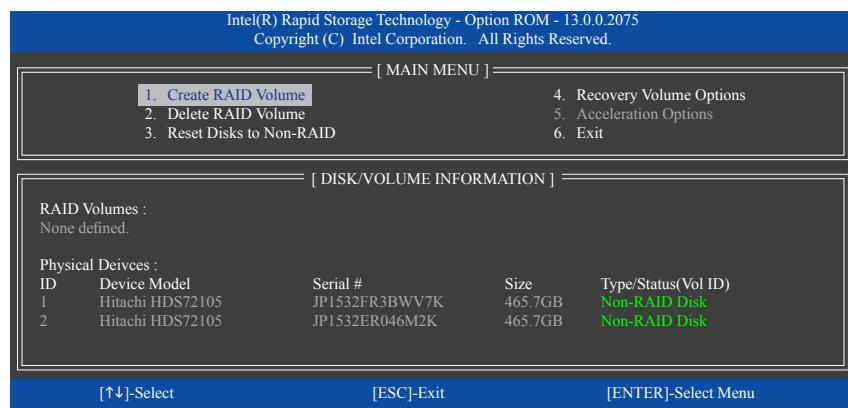

図10
**<Ctrl> + **を押すと、MAIN MENU スクリーンが表示されます。(図10)